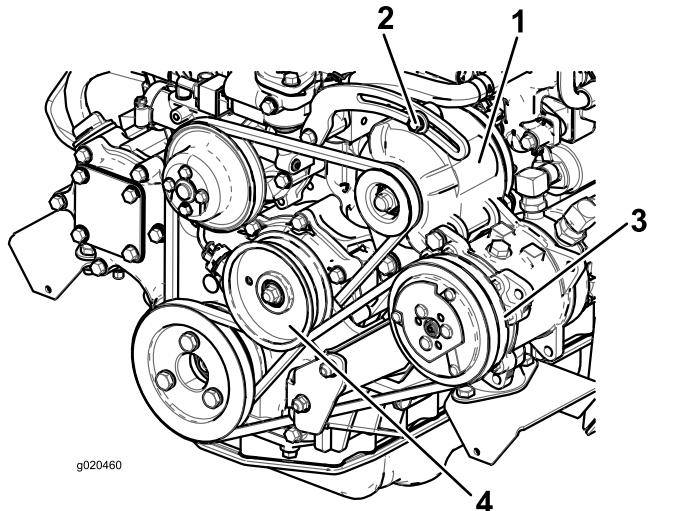

Figura 79
Si la desviación no es de 10 mm, afloje los pernos de montaje del alternador (Figura 79).
- Si la desviación no es de 10 mm, afloje el perno de montaje de la polea tensora (Figura 79).